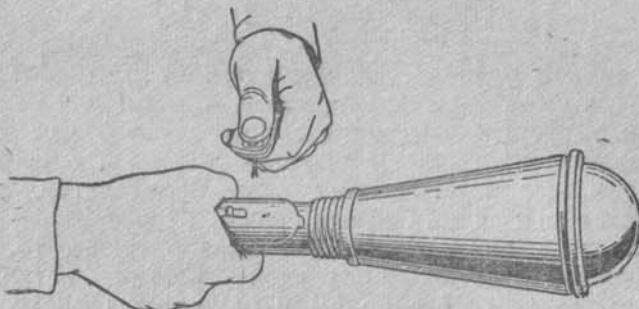

Рис. 10. Как выдернуть предохранительный шплинт перед броском гранаты
2. Удерживая правой рукой гранату за рукоятку, левой рукой выдернуть шплинт (рис. 10).